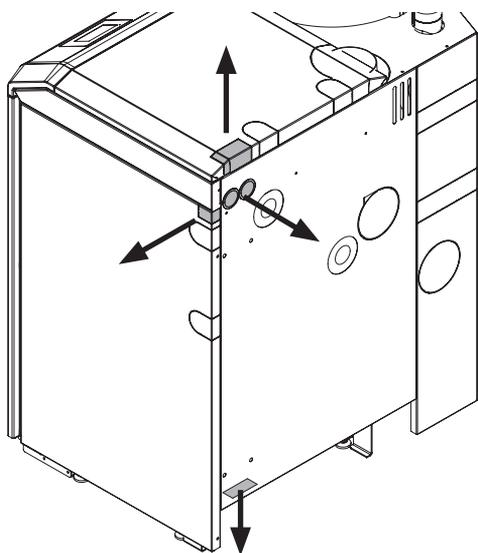

Fig. 127 Passaggi cavo nel rivestimento - vista dal retro
- Il collegamento alle morsettiere (morsetti senza viti con molla a gabbia) deve avvenire per mezzo di cavi flessibili in PVC a fili sottili. I cavi possono essere posati dall'alto, dal basso, da destra e da dietro attraverso i passaggi cavo prepunzonati (Fig. 127).